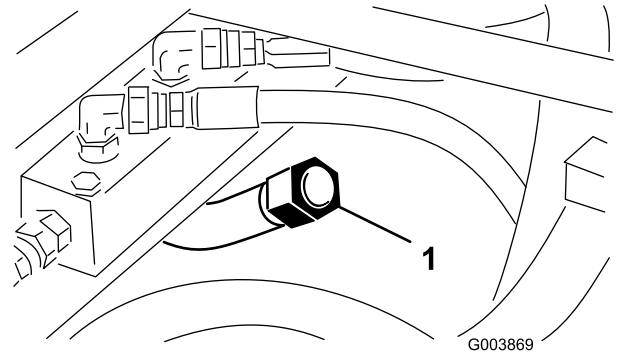

Bild 27
3. Schrauben Sie den Peilstab aus dem Einfüllstutzen (Bild 27) und wischen ihn mit einem sauberen Lappen ab.